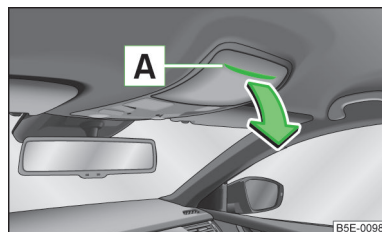

Fig. 71
► Premere la parte superiore dello scomparto portaocchiali nell'area **A** » fig. 71.
➤ Ruotare la parte superiore dello scomparto portaocchiali nella direzione opposta a quella indicata dalla freccia » fig. 71, finché non scatta in posizione in modo udibile.